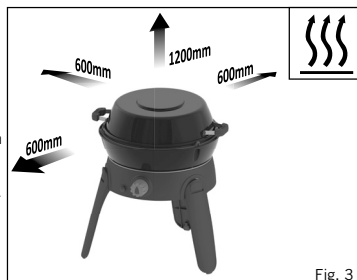

Fig. 3
- Dette apparatet må holdes borte fra brennbare materialer under bruk. Minimum sikkerhetsavstand er: Over enheten 1,2 m. Bakved og på sidene 600 mm. (Se fig. 3)